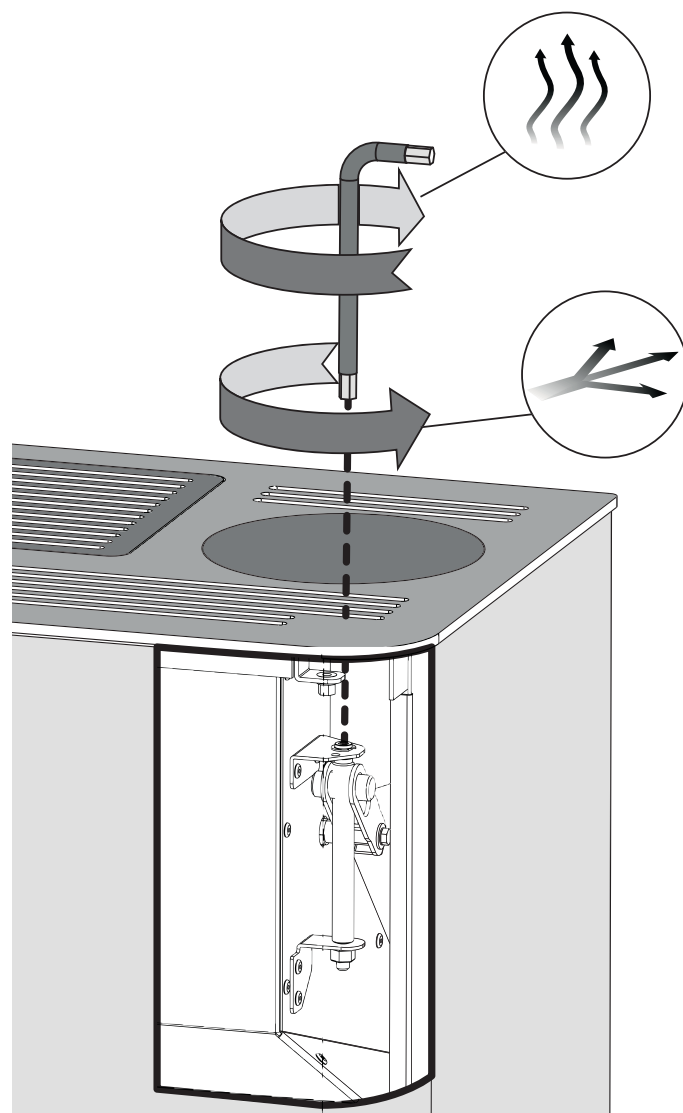

fig. 5.14
- Mediante la llave que se entrega actuar sobre el tornillo de regulación alcanzable por las rejillas de la parte superior de la estufa (fig. 5.14)